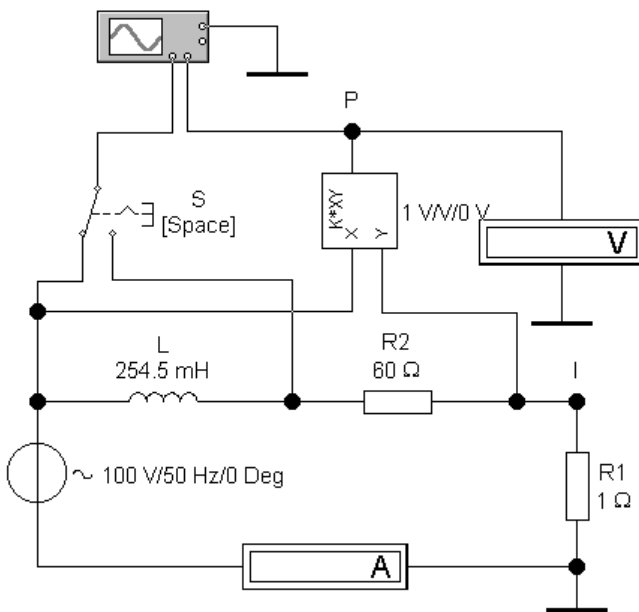

Рисунок 1.7
5.3. Измерение активной, реактивной и полной мощностей. Создайте схему (рис.1.7). Подайте сигналы, пропорциональные току и напряжению источника питания, на два входа умножителя, подключите на выход